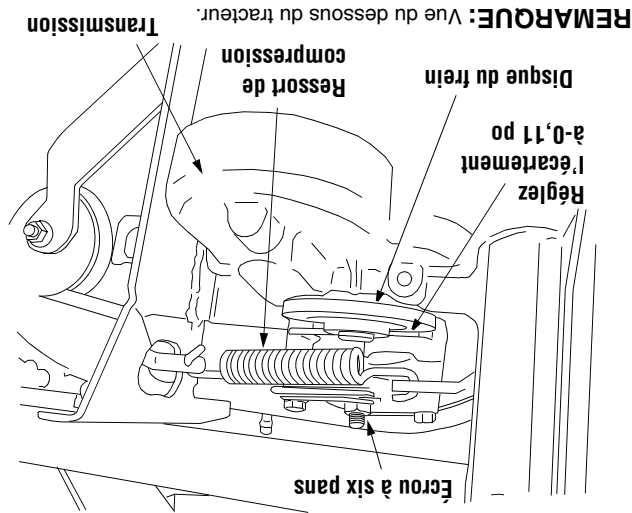

Figure 15
- Placez-vous sur la droite du tracteur et repérez le ressort de compression et le disque du frein sur la transmission. Voir la Figure 15.
- Desserrez, SANS le retirer, l'écrou à six pans sur la droite du disque du frein. Voir la Figure 15.